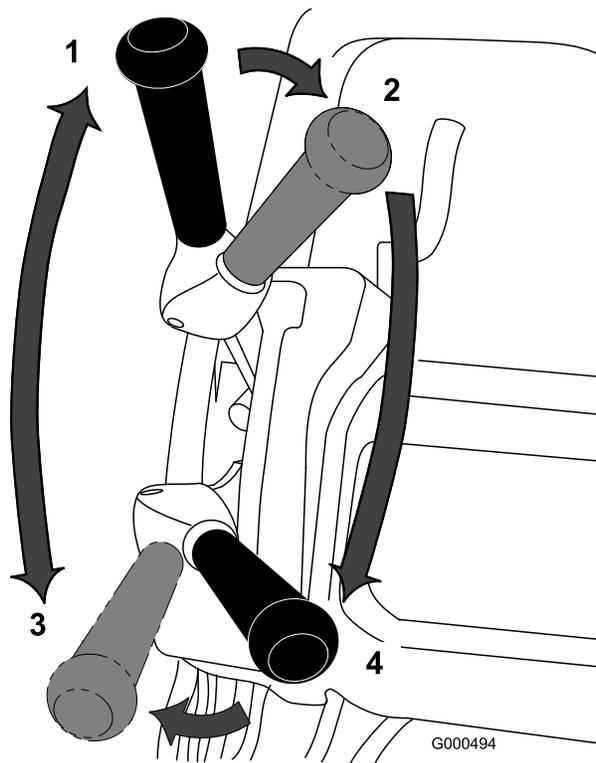

図 24
- エンジンを始動、スロットルを下げ、カッティングユニットを上げる（ハンドルを下げる）。走行レバー（図 24）を「走行」に入れ、グリーンのカラー（縁）に入る。
- 走行を「解除」とし、リールレバー（図 24）を回転側に倒す。
- 走行レバーを「走行」に入れ、スロットルで希望の走行速度に調整し、グリーンへ移動する。希望位置に来たらカッティングユニットを下ろして刈り込み作業を始める（図 24）